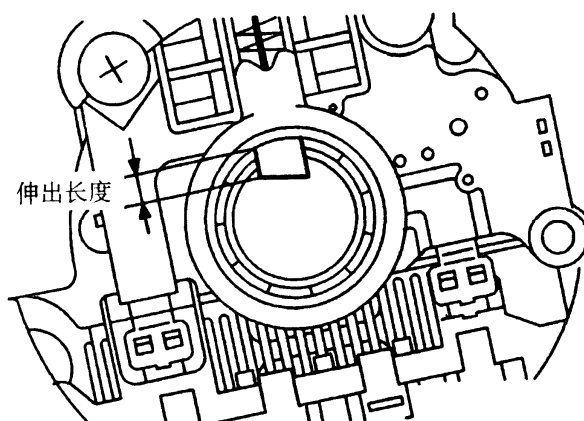

图 9-47
(4) 电刷的检查
① 测量图 9-47 所示的电刷伸出长度, 如长度在极限值以下, 应予更换。